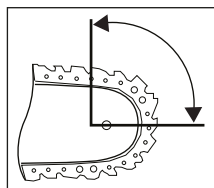

Fig. 1
- Un contatto con la punta del binario in alcuni casi potrebbe causare una reazione inattesa a ritroso, in cui il binario di guida **23** potrebbe scattare verso l'alto e in direzione dell'operatore (v. fig. 1).